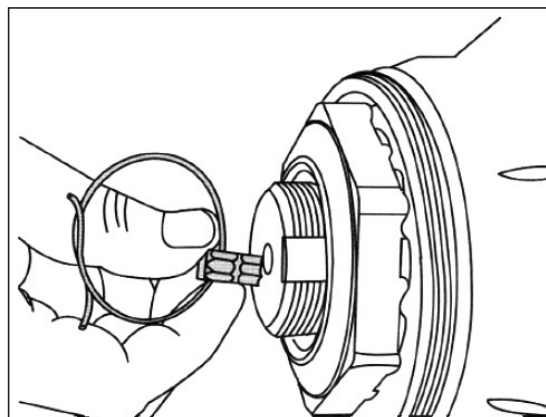

図 .3-4-3
4. アクスルスピンドルとアクスルナットの溝にリテイナーキーを取り付ける。(アクスルナットをリセットしないこと。)(図3-4-3)